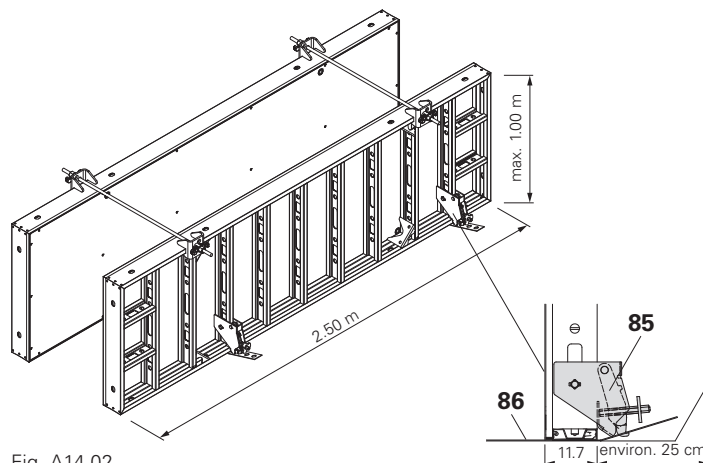

Fig. A14.02
1. Positionner le panneau sur le Feuillard perforé (86).
2. Fixer le Serrage Feuillard (85) dans le trou de connexion le plus bas à l'aide des boulons (85.1).
4. Tendre à l'aide du cliquet, SW 14. (Fig. A14.02)